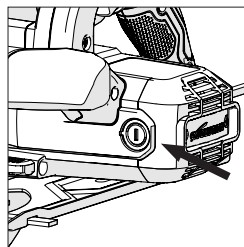

Fig. 17
- Desaparafuse as tampas de plástico da parte de trás do alojamento do motor. (**Fig. 17**) Tenha cuidado, pois as tampas são ativadas por mola.